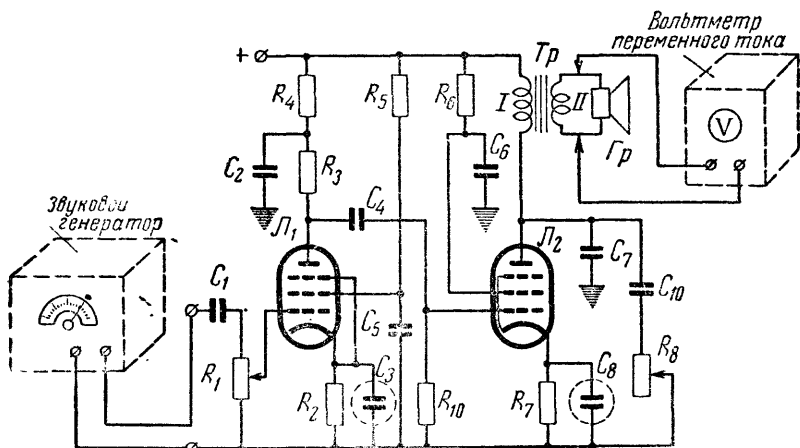

Рис. 11-2. Принципиальная схема усилителя низкой частоты
1. Отсутствует напряжение на аноде лампы L_2 : обрыв в цепи анода или в первичной обмотке выходного трансформатора; первичная обмотка выходного трансформатора пробита на корпус; пробит или имеет большую утечку конденсатор C_7 (рис. 11-2).
Бороться с самовозбуждением можно прежде всего рациональным монтажом, при котором сеточные и анодные цепи каскадов экранированы друг от друга и имеют минимальную длину, установкой развязывающих фильтров в анодных цепях (например, R_4C_2 на рис. 11-2), увеличением емкости выходного конденсатора фильтра выпрямителя, а также включением развязывающих фильтров в сеточные цепи при подаче напряжений смещения от общего делителя (рис. 11-1,б). В батарейном приемнике самовозбуждение усилителя низкой частоты может возникнуть при истощении анодной батареи. В этом случае, если нельзя заменить батарею, для прекращения самовозбуждения параллельно батарее следует подключить конденсатор емкостью 10—20 мкф.